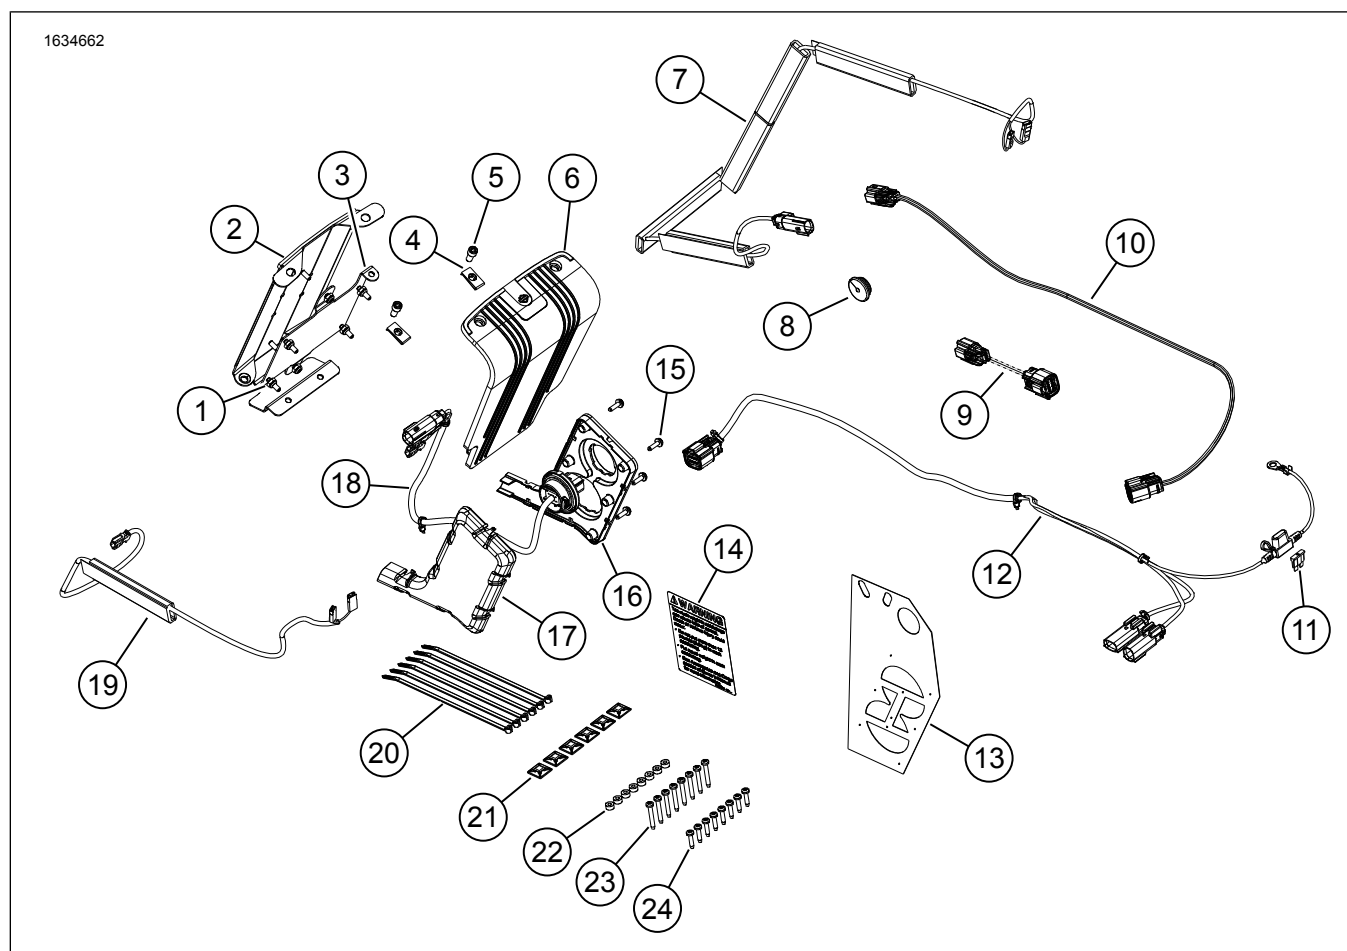

Рисунок 1. Содержимое комплекта Аудиосистема с Bluetooth Harley-Davidson от компании Rockford Fosgate
3. Рисунок 1 Приклейте наклейку с информацией о предельной нагрузке кофра (14).